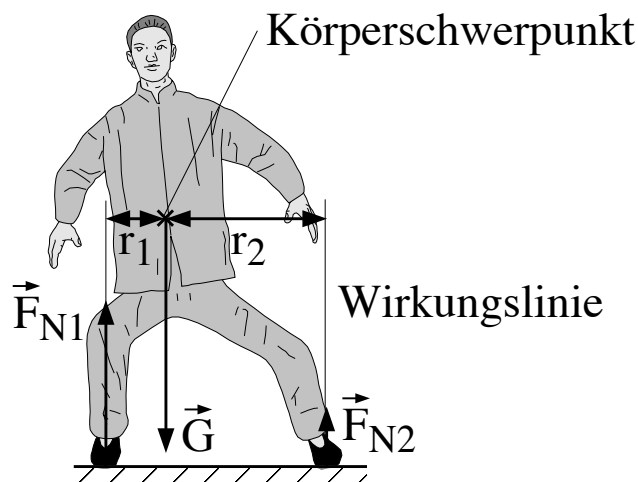

Abbildung 1.2.2: Änderung der Kräfteverteilung beim Verlagern des Gewichts.
Wie Sie oben gesehen haben, teilt sich die Normalkraft auf beide Füße auf. Sobald Sie das Gewicht zwischen den beiden Füßen verlagern, werden sich die Normalkräfte ändern (Abb. 1.2.2). Die Gesetzmässigkeit, die hinter der Aufteilung der Normalkraft steckt, soll jetzt erarbeitet werden.
- ◇ Stellen Sie die beiden Waagen wieder etwa schulterbreit voneinander auf. Stellen Sie sich auf die beiden Waagen und verlagern Sie das Gewicht langsam von einem Bein auf das andere, wie in Abb. 1.2.2 dargestellt. Beobachten Sie die Anzeigen der beiden Waagen. Was stellen Sie fest? Wie verändert sich der von einer Waage angezeigte Wert, wenn Sie Ihr Gewicht auf dieses Bein verlagern? Wie bewegt sich dabei der Schwerpunkt Ihres Körpers?
In Abb. 1.2.2 wurde neben den Kräften und dem Schwerpunkt auch die Wirkungslinie einer Normalkraft eingezeichnet. Diese Linie verläuft durch den Angriffspunkt der Kraft in Richtung der Kraft. Die horizontalen Abstände r_1 und r_2 entsprechen den Abständen des Schwerpunktes (etwa beim Bauchnabel) von den jeweiligen Wirkungslinien. Man bezeichnet diese Abstände auch als Hebelarme, das Produkt aus Kraft und Hebelarm als **Drehmoment**. Für dessen Betrag¹ und Einheit
Analysieren wir nun obigen Fall: In Abb. 1.2.2 übt die Kraft \vec{F}_{N1} ein Drehmoment bezüglich des Schwerpunktes auf den Mann aus, welches den Mann im Uhrzeigersinn zu drehen versucht. Ein zweites Drehmoment wird durch \vec{F}_{N2} ausgeübt, es wirkt in entgegengesetzter Richtung gegen den Uhrzeigersinn. Die Schwerkraft übt kein Drehmoment bezüglich des Schwerpunktes aus. Da der Mann sich nicht dreht (Sie hoffentlich auch nicht!) müssen sich also diese beiden Drehmomente der Normalkräfte kompensieren, was bedeutet: